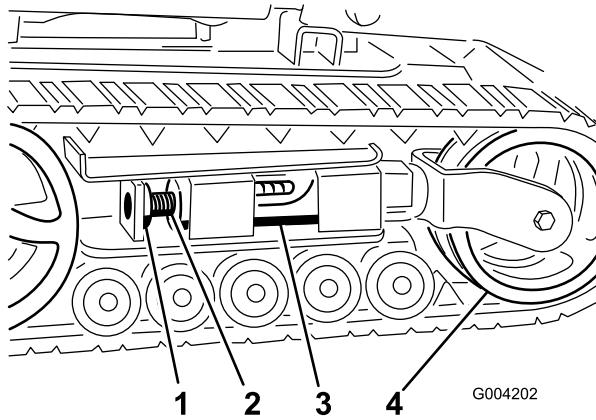
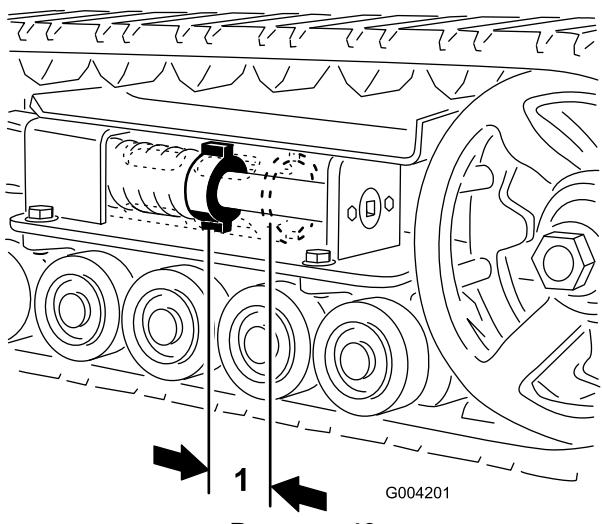
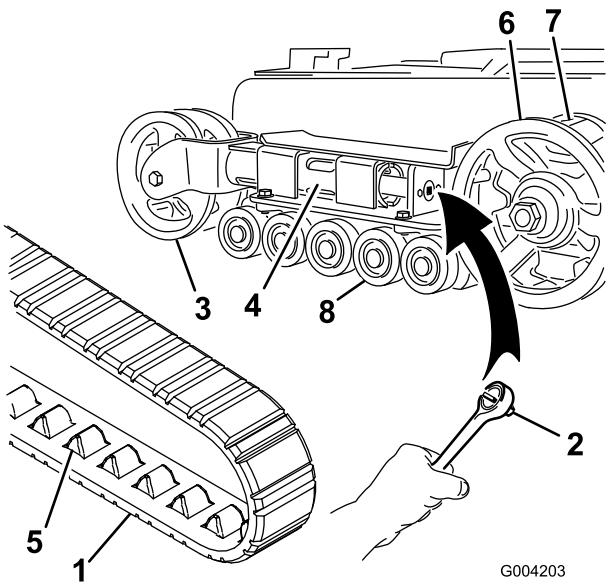
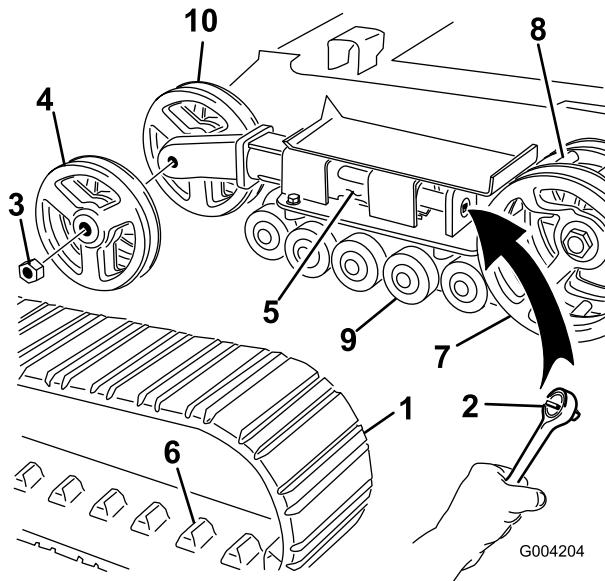

Рисунок 41
Рисунок 40
Рисунок 42
Рисунок 43
- 4. Используя сменную головку размером 1/2 дюйма (Рисунок 42), поворачивайте натяжной винт против часовой стрелки до тех пор, пока расстояние между натяжной гайкой и задней стороной натяжной трубы (Рисунок 40) не станет равным 2-3/4 дюйма (7 см).
- 5. Совместите ближайшую выемку в натяжном винте с отверстием в зажимном болте и закрепите винт при помощи зажимного болта и гайки (Рисунок 41).
Между натяжной гайкой и задней стороной натяжной трубы должен быть зазор 2-3/4 дюйма (7 см) (Рисунок 40). Если это не так, отрегулируйте натяжение гусеницы, используя следующую методику:
3. Отвинтите зажимной болт и гайку (Рисунок 41).
4. Используя сменную головку размером 1/2 дюйма, ослабьте натяжение привода, вращая натяжной винт по часовой стрелке (Рисунок 41 и Рисунок 42).
5. Надавите на натяжной каток в направлении задней части тягового блока, чтобы придвинуть трубу вилки к каркасу (Рисунок 42). (Если она не касается каркаса, продолжайте вращать натяжной винт до тех пор, пока труба вилки не приблизится вплотную к каркасу.)
7. Когда гусеница будет снята с натяжного катка, снимите ее с ведущего колеса и опорных катков (Рисунок 42).
8. Прежде всего установите новую гусеницу на ведущее колесо. Звенья гусеницы должны находиться между зубьями колеса (Рисунок 42).
9. Протолкните гусеницу под опорные катки и одновременно между ними (Рисунок 42).
11. Вращайте натяжной винт против часовой стрелки до тех пор, пока расстояние между натяжной гайкой и задней стороной натяжной трубы (Рисунок 40) не станет равным 2-3/4 дюйма (7 см).
4. Используя сменную головку размером 1/2 дюйма, ослабьте натяжение привода, вращая натяжной винт по часовой стрелке (Рисунок 41 и Рисунок 43).
5. Надавите на натяжной каток в направлении задней части тягового блока, чтобы придвинуть трубу вилки к каркасу (Рисунок 43). (Если она не касается каркаса, продолжайте вращать натяжной винт до тех пор, пока труба вилки не приблизится вплотную к каркасу.)
6. Отвинтите гайку, которая крепит внешний натяжной каток, и снимите каток (Рисунок 43).
7. Снимите гусеницу (Рисунок 43).
8. Отвинтите гайку, которая крепит внутренний натяжной каток, и снимите каток (Рисунок 43).
12. Установите внутренний натяжной каток и закрепите его отвинченной ранее гайкой (Рисунок 43).
14. Установите новую гусеницу на ведущее колесо. Звенья гусеницы должны находиться между зубьями средней части колеса (Рисунок 43).
15. Установите внешний натяжной каток и закрепите его отвинченной ранее гайкой (Рисунок 43).
17. Вращайте натяжной винт против часовой стрелки до тех пор, пока расстояние между натяжной гайкой и задней стороной натяжной трубы (Рисунок 40) не станет равным 2-3/4 дюйма (7 см).